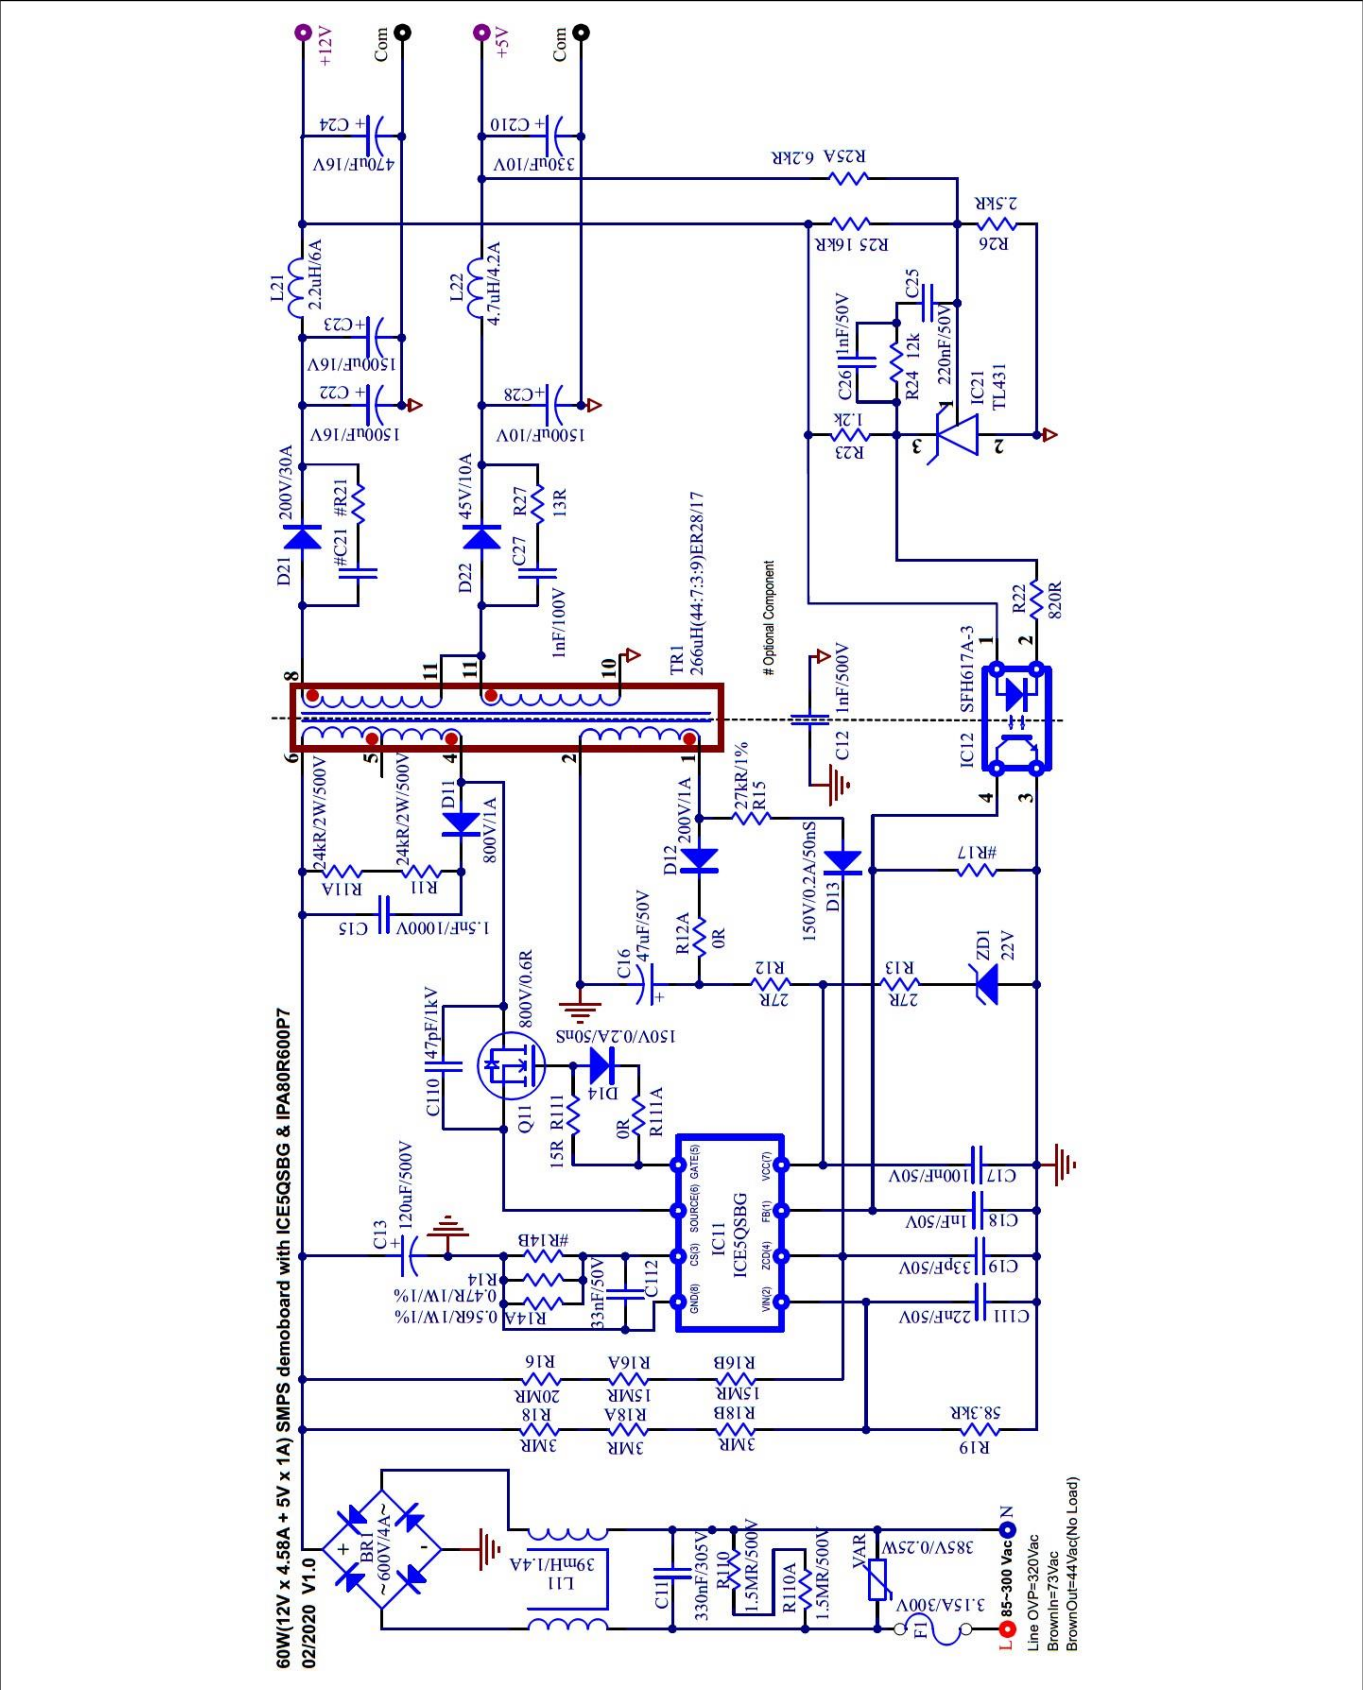
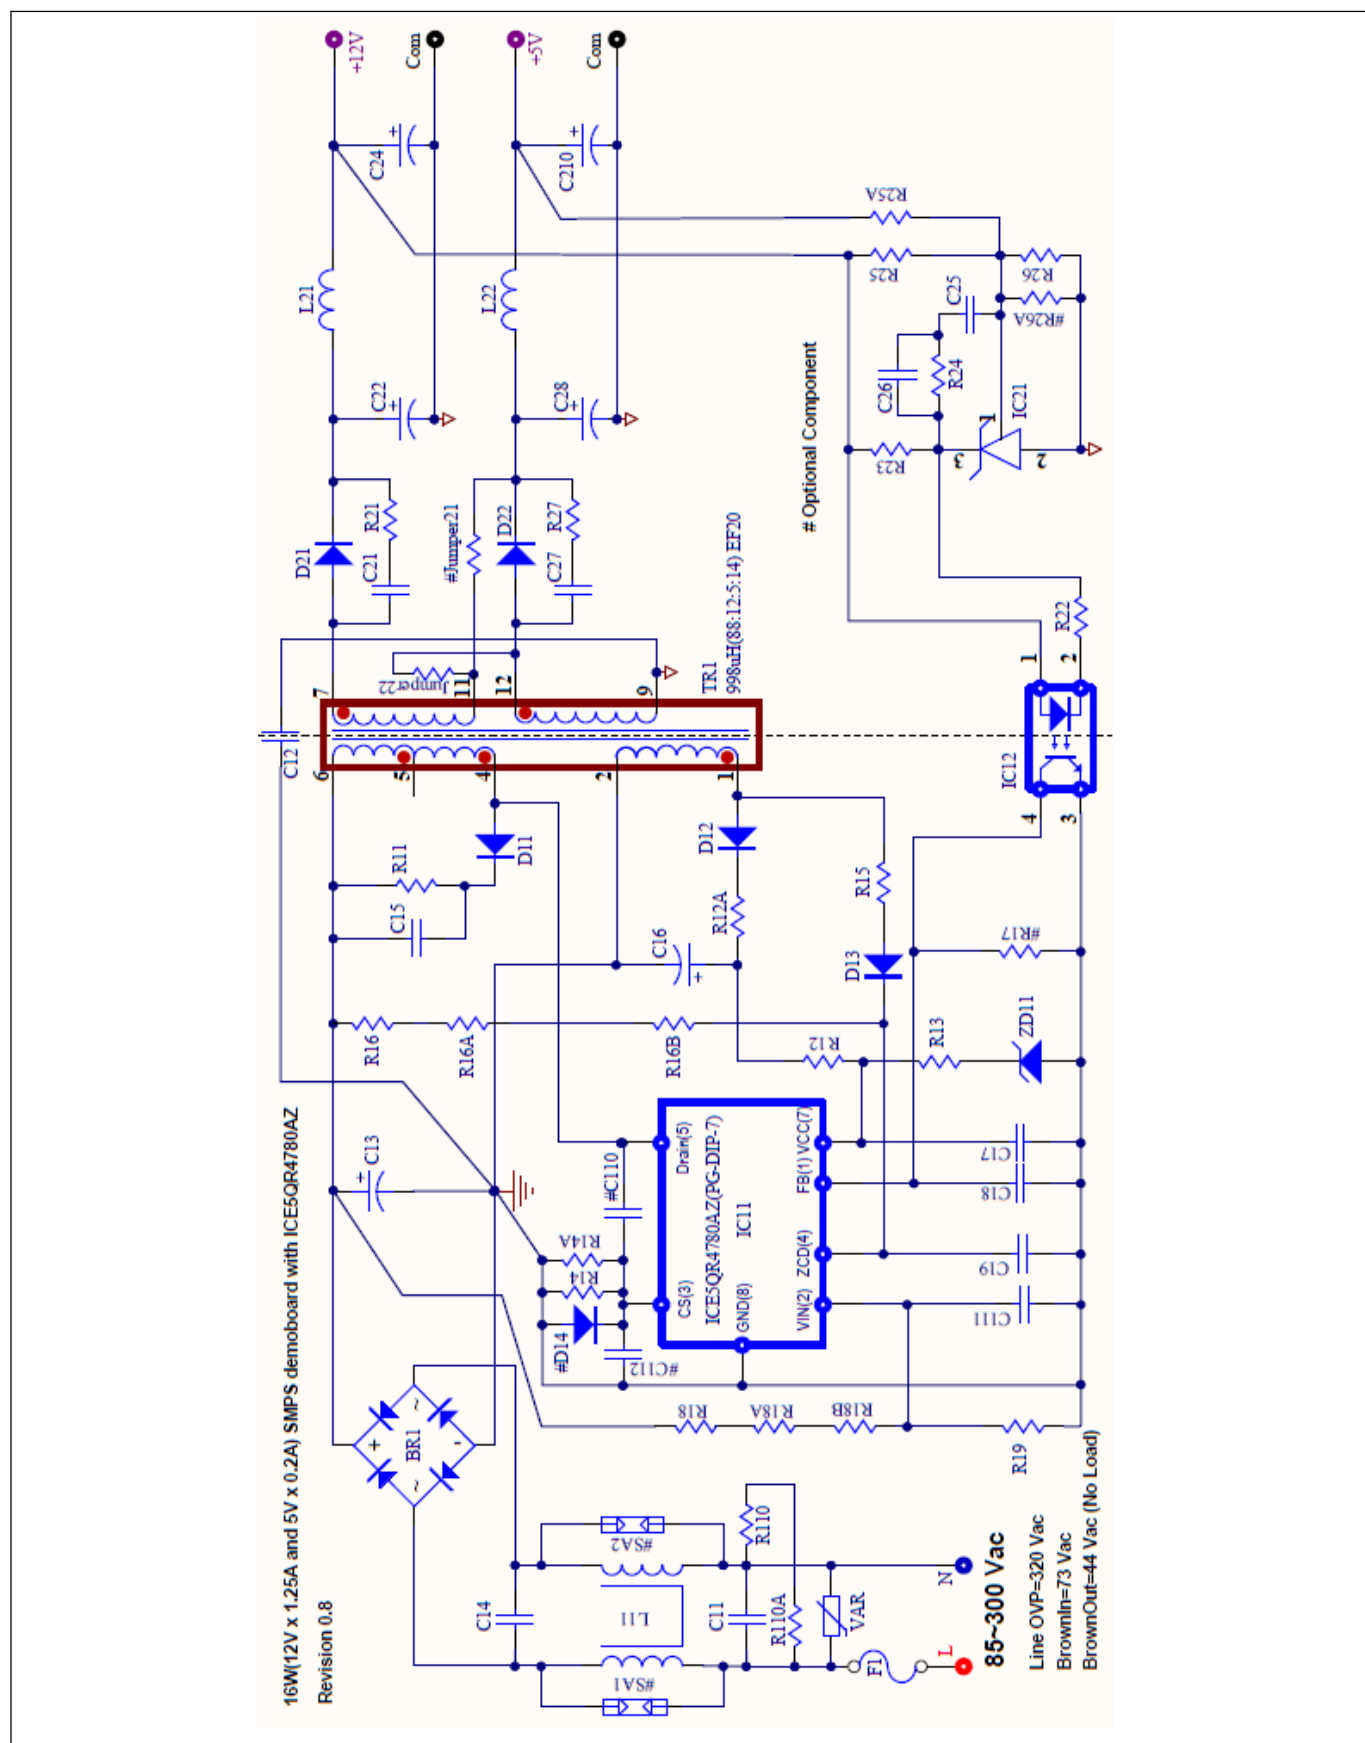

图 11 DEMO_5QSBG_60W1 原理图
图 12 DEMO_5QR4780AZ_16W1 原理图
注意：如果电流感测引脚处的开关噪声较高，则 IC 可能在前沿消隐时间结束后立即关断，尤其是在高压线路负载较低的情况下。为避免出现此现象，可加装滤噪陶瓷电容器 C112（如 100 pF~100 nF，见图 12）。
在电源系统中，PCB 布局是实现成功设计的关键。以下是就此方面所提出的一些建议（见图 11 和图 12）。
1. 通过脉冲均流或均压尽量缩减回路面积；例如通过总线电压源、初级绕组、主电源开关（控制器内的 Q11「见图 11」和 IC 内置的 CoolSET™ 电源开关 CoolMOS™）和电流感测电阻器构成的回路或者由次级绕组、输出二极管和输出电容器组成的回路，或者 V_{CC} 电源回路。
- ii. 700 V/800 V 走线（控制器中电源开关 Q11 的漏极引脚「见图 11」和 CoolSET™ IC11 的漏极引脚「见图 12」）至相邻走线：> 3 mm。